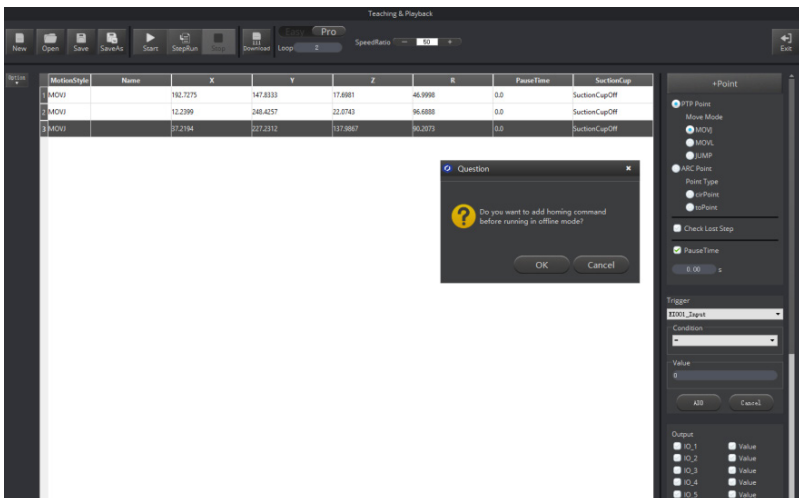

Figura 72: Clique em Download
2. Clique em Download. A caixa de diálogo **Question** é exibida, perguntando se você deseja que o Magician Lite retorne automaticamente à sua posição inicial antes de executar os pontos de salvamento em modo offline, como mostrado na Figura 72.